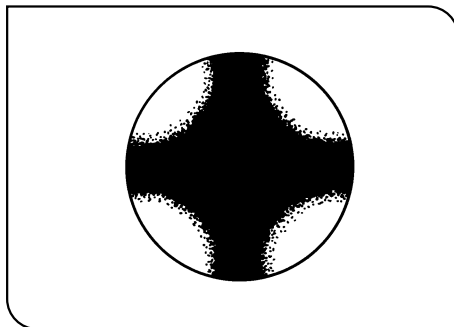

Abb. 4
4. Durch die Tubusaufnahme an der Oberseite des MX-ANM in den Strahlengang blicken und diesen drehen, bis die dunkle kreuzförmige Isogyre (Abb. 4) am schärfsten erscheint. Anschließend die Feststellschraube fest anziehen.